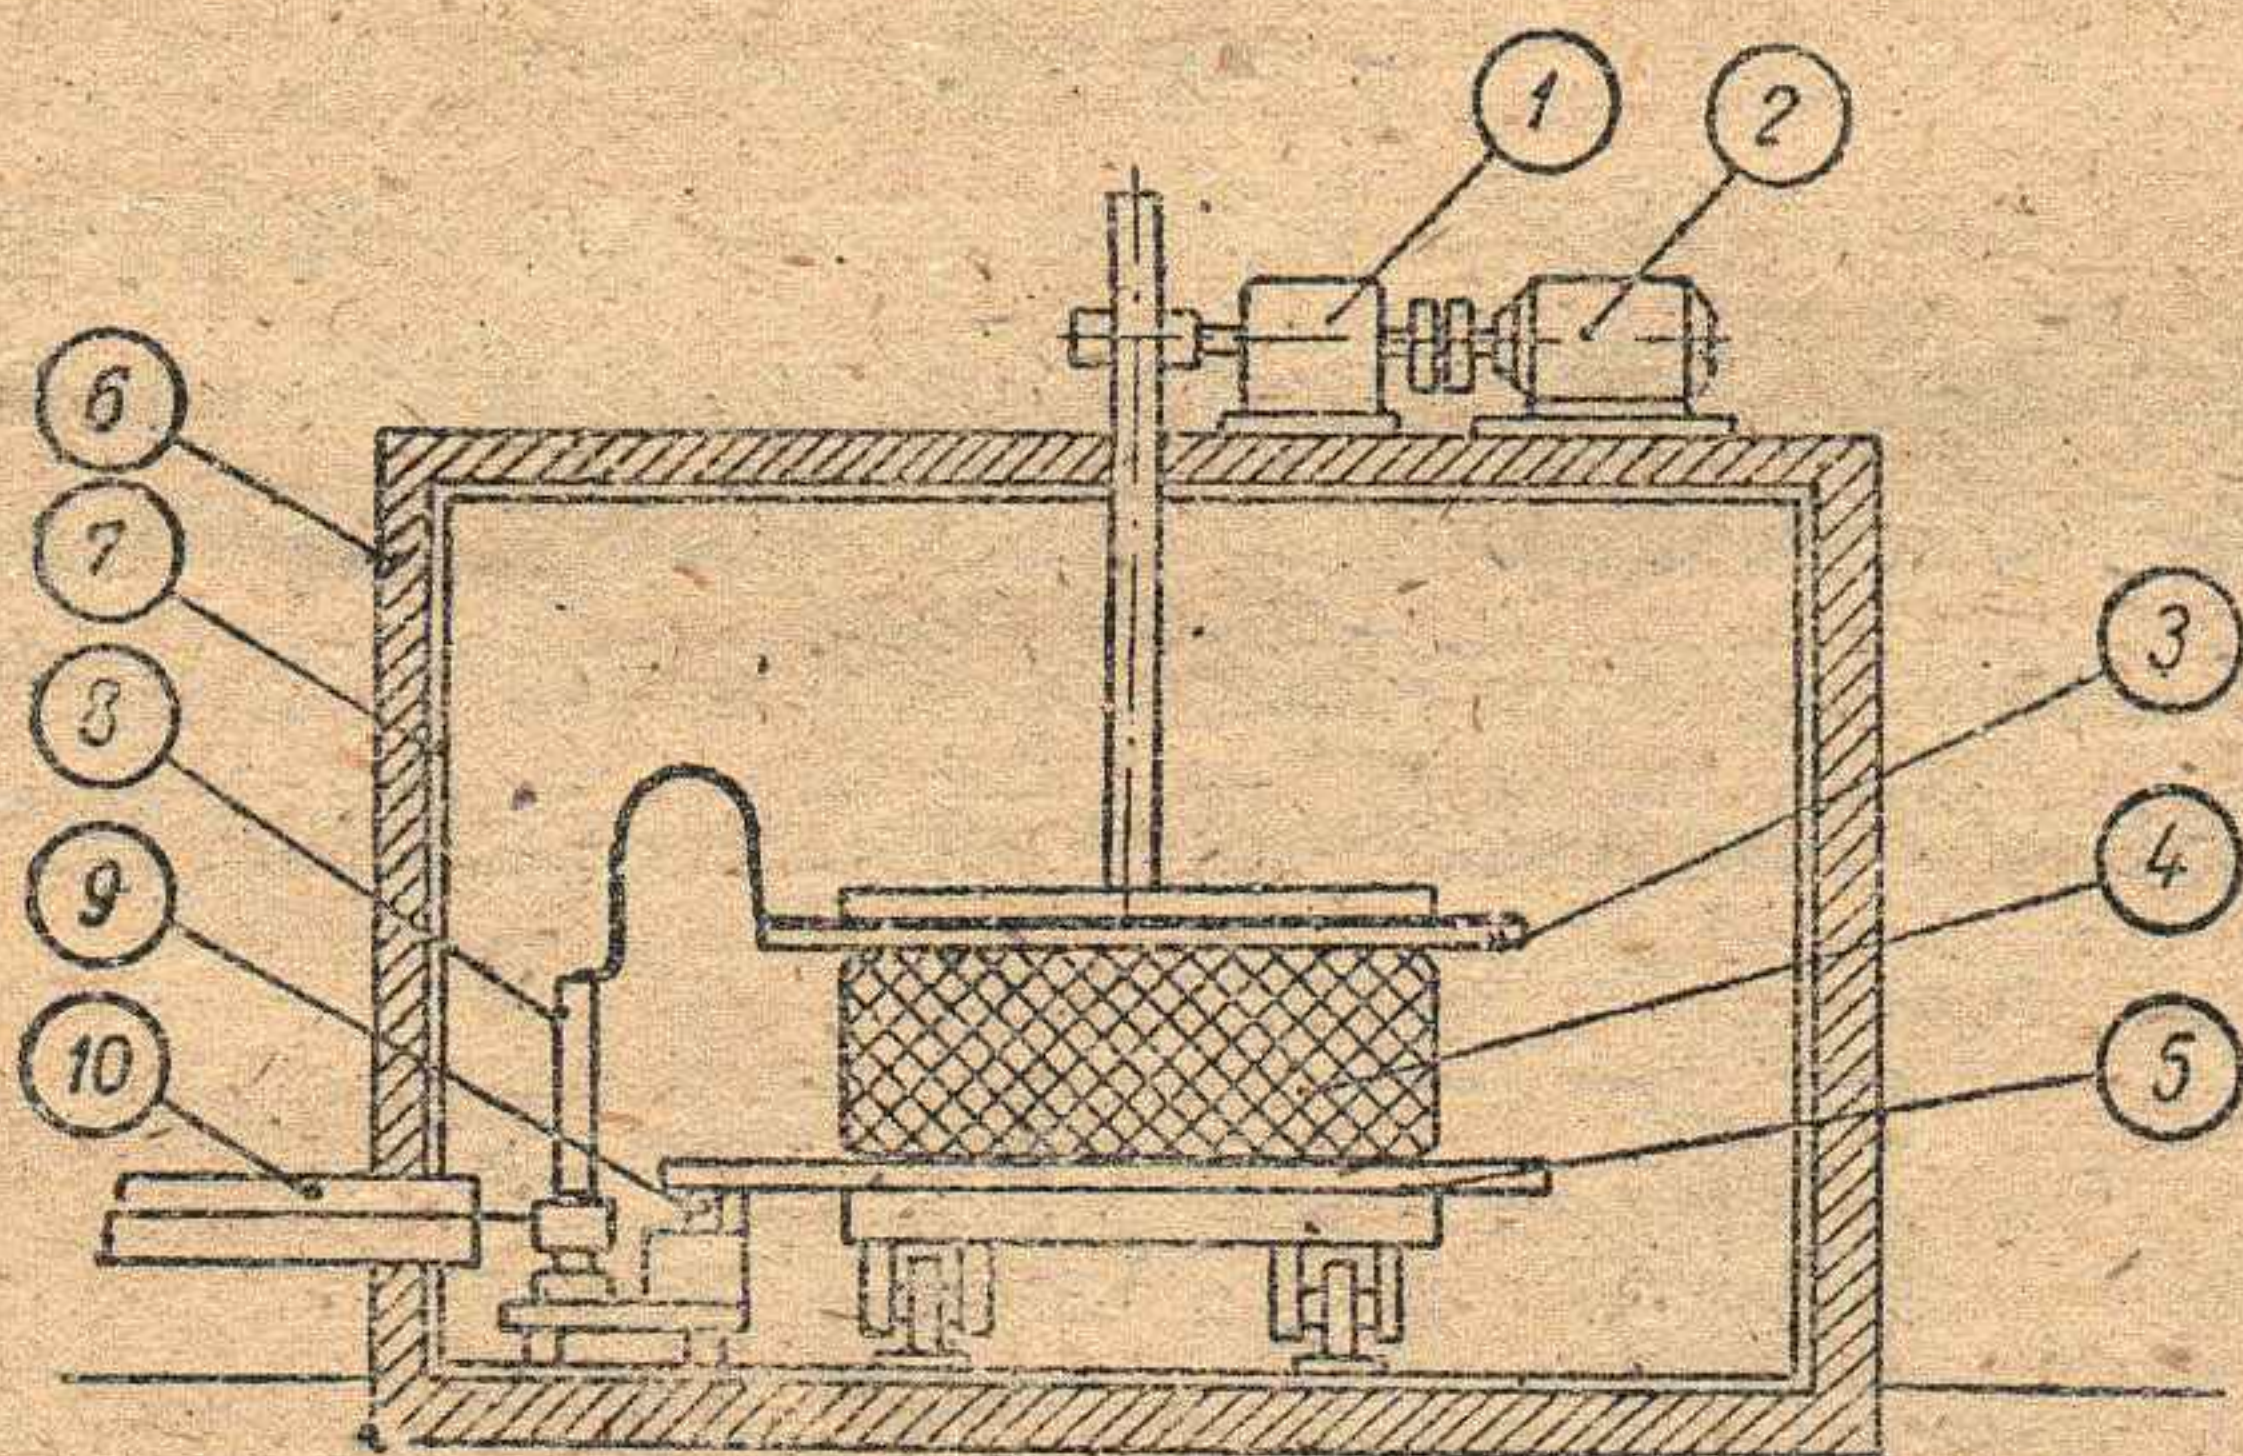
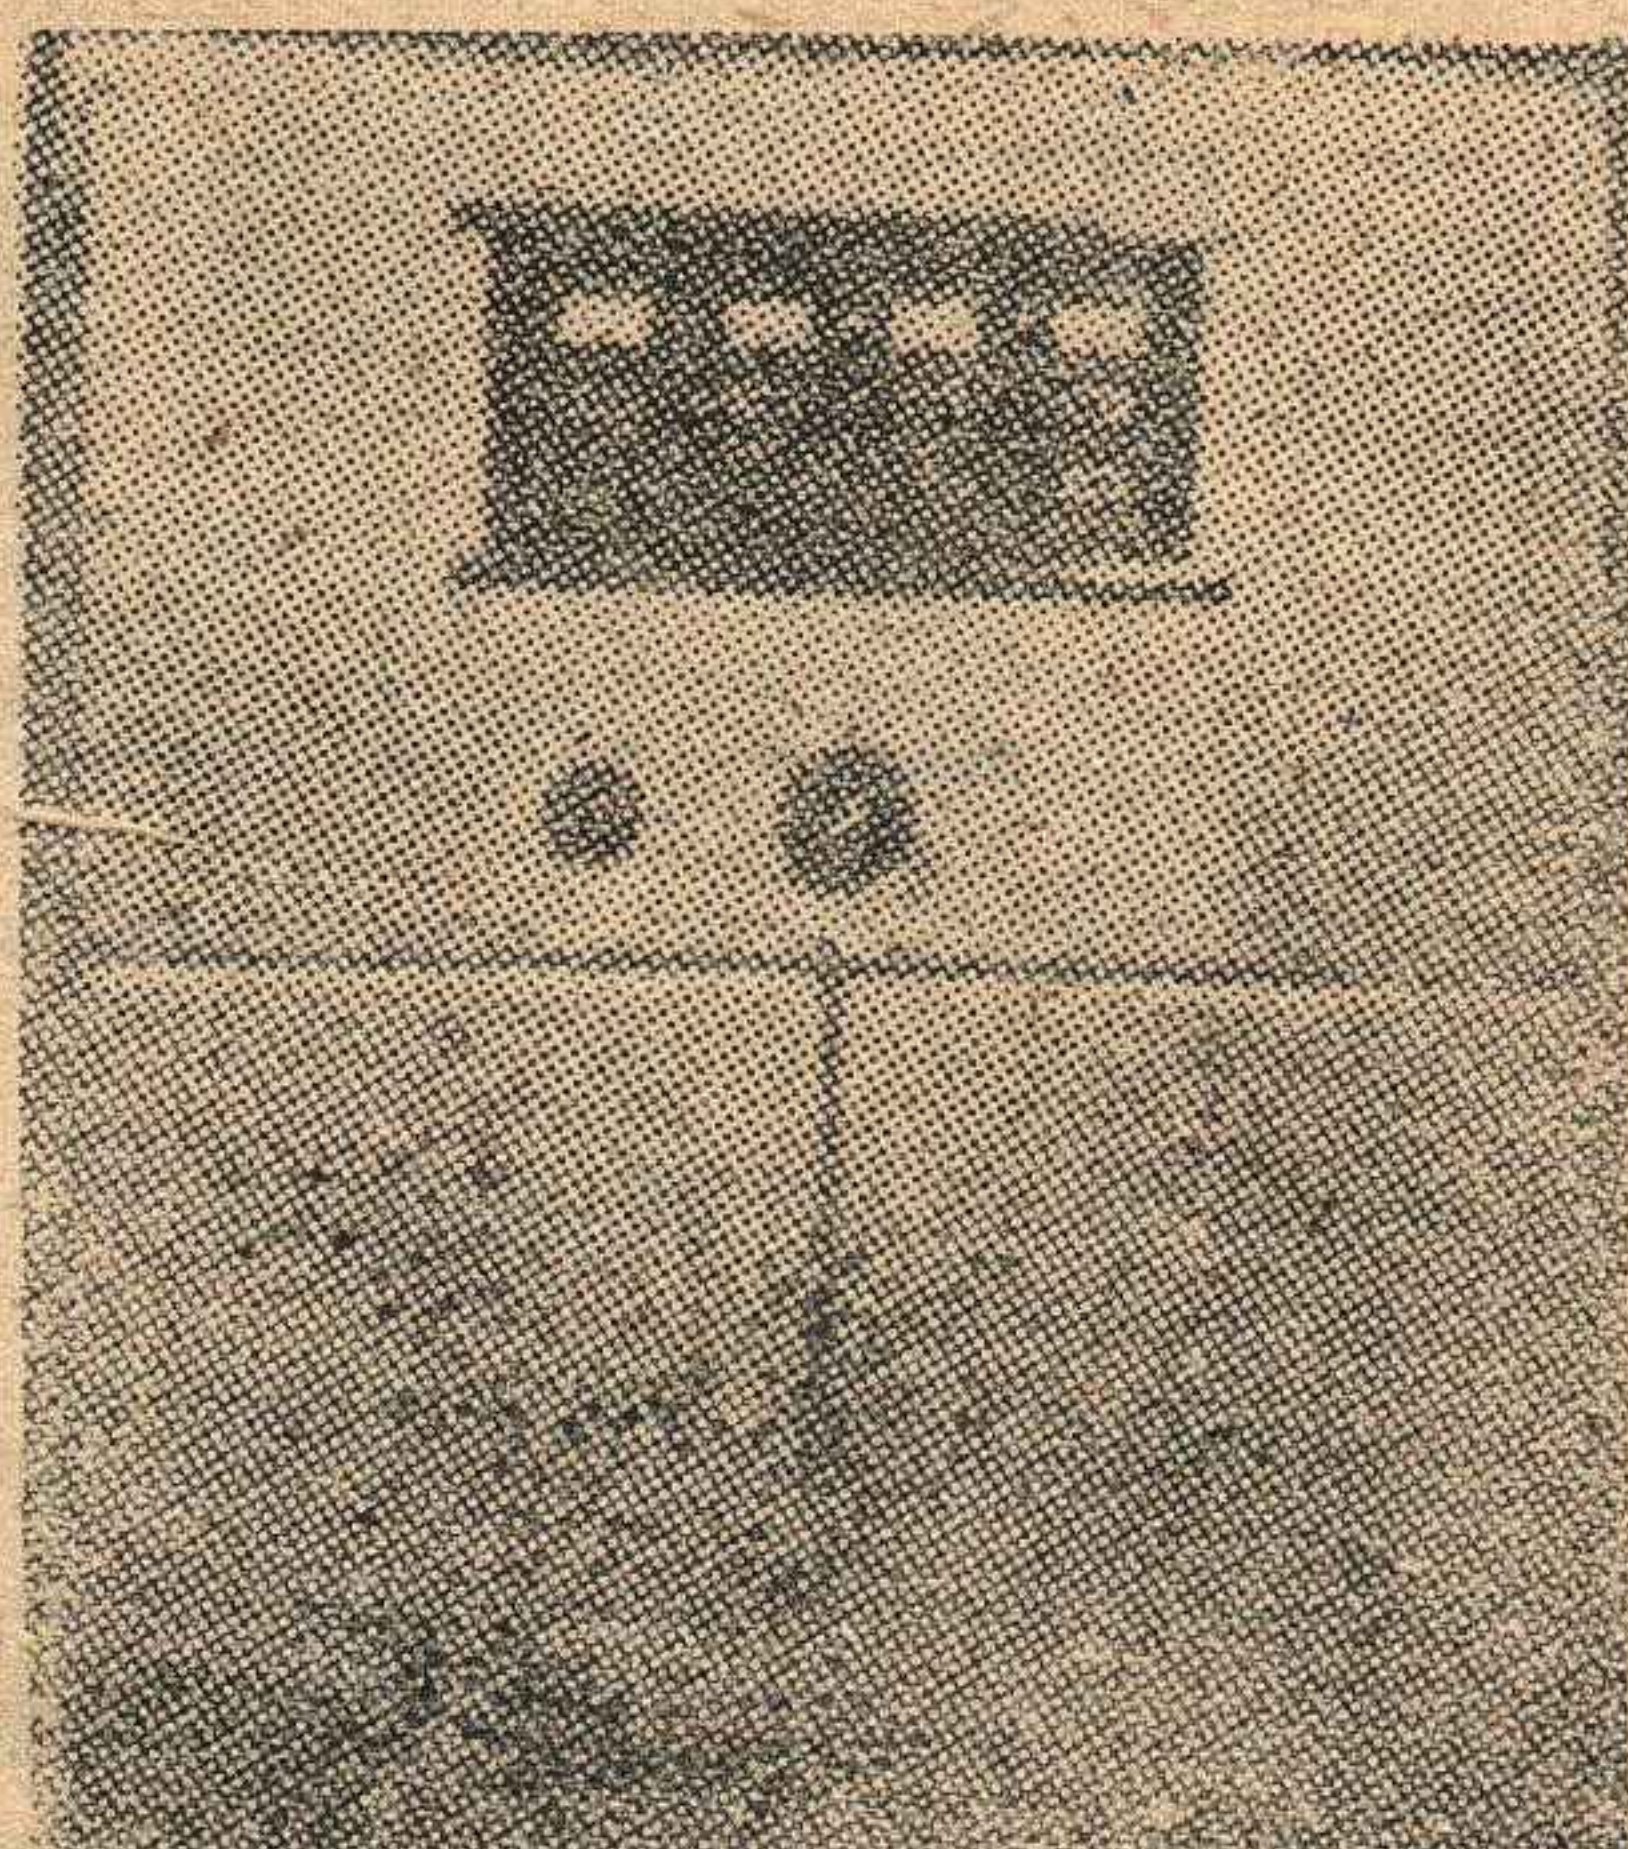

图1 ①轴承箱 ②极板升降电动机 ③上极板 ④菸叶包装 ⑤装在车上的下极板 ⑥木质加热箱 ⑦铝质隔离层 ⑧谐振线圈 ⑨接触弹簧 ⑩馈线
图2 匈牙利DG25型高频电流发生器
电子时间继电器，主要是一个由 RC 回路、电子管 6Π3C、6C2C 和继电器①组成的简单的脉冲振荡器（如图1），时间延迟由时间常数 τ （即 $R \times C$ ）决定。
继电器②动作一次齿条推动一次，波段开关 A_1 更换一个接点，在长针插孔上获得一次信号输出。接线板上共有长针插孔六十个，按 1、2、3……次序轮流获得信号（如图2）。当继电器②动作六十次后，波段开关 A_2 变换一个接点。在长针插孔获信号的一个周期中（即每一个插孔都获得了一次信号时间内）短针插孔仅有一个获得信号，延长时间恰等于长针转一周所需时间。短针插孔有二十四个，短针周期数为二十四，在一个周期中二十个插孔都能轮流获信号一次，而其持续时间都是一样长。
这只电子恒温箱中的主要组成部分是一只磁控水银接点温度计如图1。需要温度的调节是借助于套在温度计上部的永久磁铁。缓缓地旋转这块磁铁，可以使温度计内受过磁化的螺帽随着磁铁磁力线旋转的方向上升或下降，来达到在一定的温度时和水银接触，使电路接通或断开。我们用的是上海联达、华光仪器厂的产品。电子继电器控制部分如图2。当电源变压器(T)接通时，6V6电子管灯丝燃着，这时因烘箱内温度很低，温度计的水银接点处于开路位置，6V6栅极无负压，本身成为一个整流电路，屏流经过继电器(R_{y1})，吸动衔铁，这时A点接通，电磁开关(R_{y2})线圈有电，开关闭合接通电路，烘箱内电炉热丝有电，同时绿色指示灯发光，表示烘箱已在加热。当箱内温度上升至所需温度后，温度表接点相连接通，将25伏的负电压加到6V6栅极，使屏流切断截止，继电器 R_{y1} 衔铁释放，A点脱离电源，电磁开关 R_{y2} 断路，绿灯同时熄灭，烘箱停温。这时继电器 R_{y1} 由于弹簧拉力，使B点接通，红色指示灯发光，表示烘箱已停止加
高频加热的主要设备是一具功率很大的高频振荡器，是由一只大功率三极发射电子管用在简单的自激振荡线路里构成的。对一般重在70公斤至100公斤的菸叶包装进行加热，振荡器的输出功率须有20至25瓩。加热在特制的箱内进行。箱的构造如图1，箱体由木质制成，内壁四面镶有铝质隔离层，借以减低高
在匈牙利，这种热处理方法已由实验室转到工厂在生产中实际应用。在实验阶段中，初期试验采用的频率为27兆周，高频输出功率5瓩。现在工厂实际应用中采用本国生产的DG 25型高频电流发生器（图2），机内使用3V20T型三极发射管一只，输出功率25瓩，加热频率为13.5兆周。（肖勤编译 匈牙利大使商务处供稿）
1. 把两根钨丝穿入5毫米长的毛细玻璃管后，用喷灯把玻管烧熔成小球，使钨丝固定（图1），两钨丝间的距离约2毫米。
2. 钨丝位置固定后，再用喷灯把钨丝烧红，用钢针拨动它的一端调节成0.1毫米左右的距离（图2）。
电桥最基本的结构见图1，它是由四个电阻串连成为一个闭合的方阵而成。四个连接点称为电桥的顶点，两个顶点之间的电阻称为电桥的臂。工作时在两个相对的顶点接入一个电源 U ，另外两个顶点接上一个指示器 I ；如果两个相对边臂电阻值的乘积相等，即 $Z_1 \cdot Z_4 = Z_2 \cdot Z_3$ ，指示器上面将没有电流通过，这时电桥就达到术语上的所谓“平衡”。
如果将一个桥臂换成未知阻值的 Z_x 如图2，那末要使电桥平衡，必须使 $Z_x = Z_2 \cdot Z_3 / Z_4$ ，假如选好了 $Z_3 = Z_4$ ，上面的式子就可以简化地认为 $Z_x = Z_2$ ，当 Z_2 是一个可变电阻的时候，就可以用它将电桥调到平衡，这时 Z_2 调到的阻值是和 Z_x 的阻值相等，可以很方便地在 Z_2 的刻度盘上直接读出 Z_x 的电阻值。
电桥的准确度决定于桥臂电阻的准确度和指示器的灵敏度；电桥量程的范围则是决定于各个桥臂的阻值。此外，在图2的电路里，刻度盘刻制的精度也有关系。
为了适应使用上的需要，桥臂也可以由几个电阻构成或者在指示器上面加入电阻等等而成为多臂电桥。图1的电桥称为单电桥或四臂电桥，比它臂数更多的多臂电桥都可以简化成为这种单电桥的等效电路。